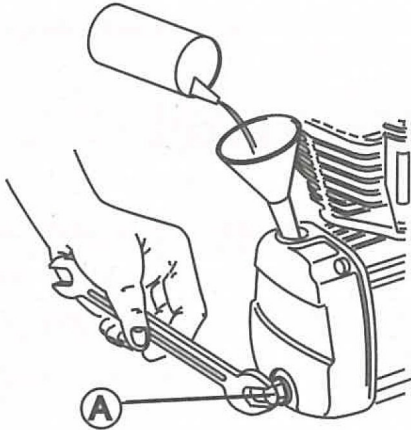

Abb. 9: Ölwechsel
Schritt 2: Wechseln Sie das Öl (der Kompressor muss dabei warm sein). Nehmen Sie die Öleinfüllschraube bzw. den Ölmesstab heraus, drehen Sie die Ölablass-Schraube (A, Abb. 9) heraus und sammeln Sie das Altöl in einem entsprechenden Behälter.